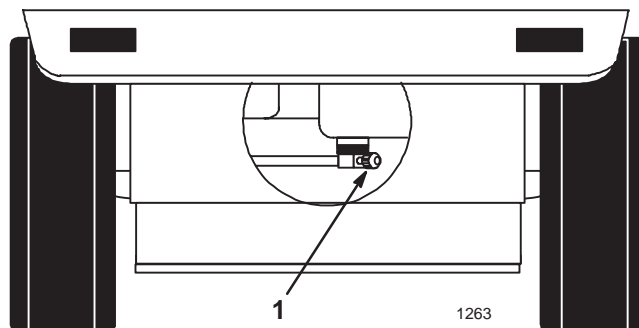

Figure 38
3. Fermez le robinet d'arrivée de carburant sur le réservoir (Fig. 38).
8. Ouvrez le robinet d'arrivée de carburant sur le réservoir (Fig. 38).